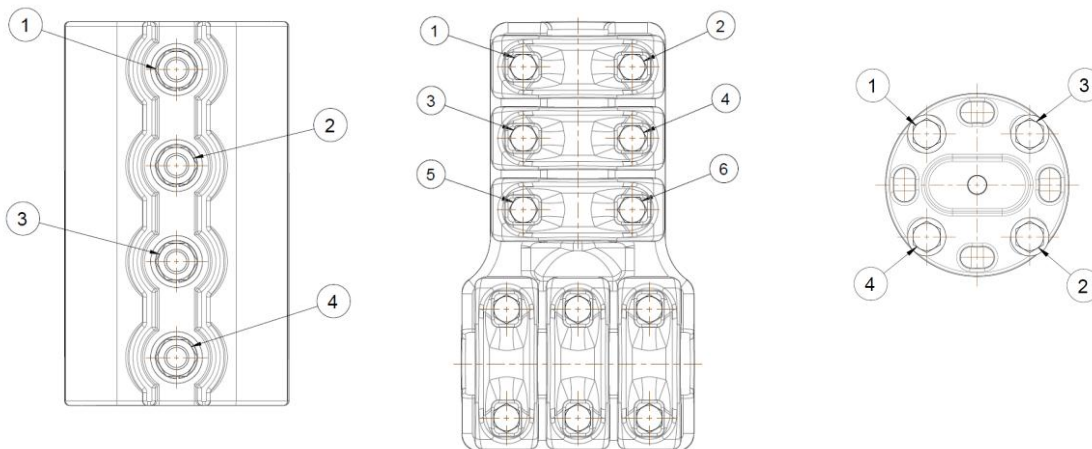

Figura 1. Esquema de Torque
4. Aplicar el 60% del torque especificado en la Tabla 1 con ayuda de un torquímetro (o llave dinamométrica) en el orden que se muestra en la Figura 1. Posteriormente, repetir este procedimiento hasta alcanzar el 100% del valor citado.